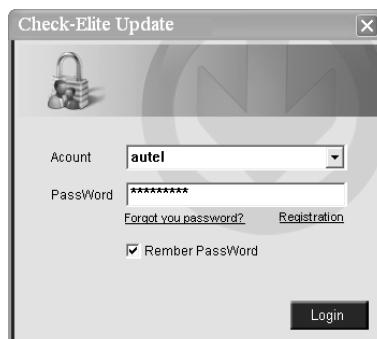

Figura 8.2
4. Ejecute la opción actualizar en el software **MOT Pro PC Suit**. Espere a que la ventana de Inicio de Sesión aparezca. (Figura 8.2)